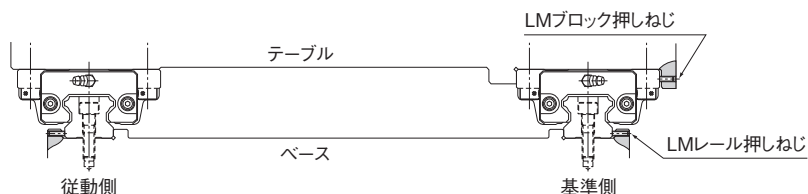

図5 機械に振動衝撃が作用する場合
(1) LMブロック上にテーブルを静かにのせ、取付ボルトを仮締めします。
(2) 基準側LMブロックを押しねじでテーブル側面基準面に押しあて、テーブルの位置決めをします。(B1-91 図5参照)
(3) 基準側、従動側の取付ボルトを本締めして組付け完了です。